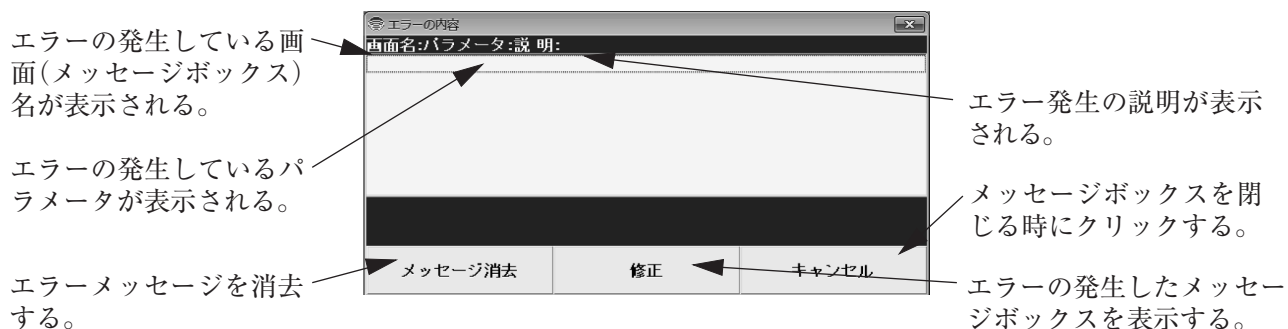

図57
- ① 画面上部メニューの「ウィンドウ(W)」をクリックし、「通信エラー」を選び再度クリックします。
- ② 図57のようなエラーボックスが表示されます。